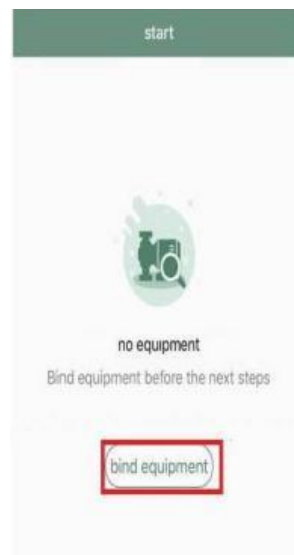

Рисунок 2
3. Нажмите кнопку «bind equipment» (смотрите рисунок 2 на следующей странице).
Перевод надписей (рисунок 2):